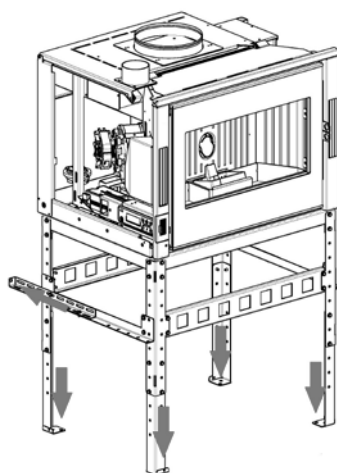

Fig. 43 - Fixer la structure au sol et au mur
- Placer la structure avec l'insert dans la position souhaitée et fixer les jambes au sol et les rallonges au mur qui est derrière (voir **Fig. 43**).